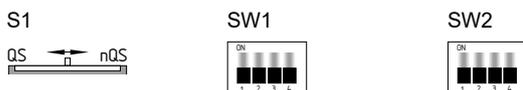

Fig. 4
### Configuración del tiempo (véanse figs. 4 y 5)
- Los interruptores DIP se encuentran debajo de la cubierta frontal del relé de seguridad (véase fig. 4 y 5).
### Configuración del interruptor (véase fig. 4)